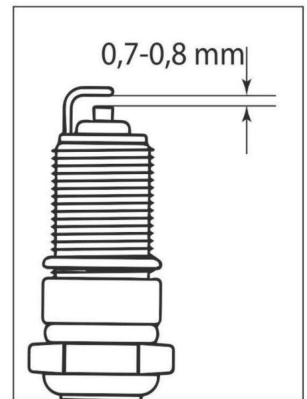

Fig. 27
7. Überprüfen Sie den Abstand zwischen der Masseelektrode und der Mittelelektrode mit einem Spezialsonde. Stellen Sie den Abstand bei Bedarf auf 0,7–0,8 mm ein (Abb. 27).